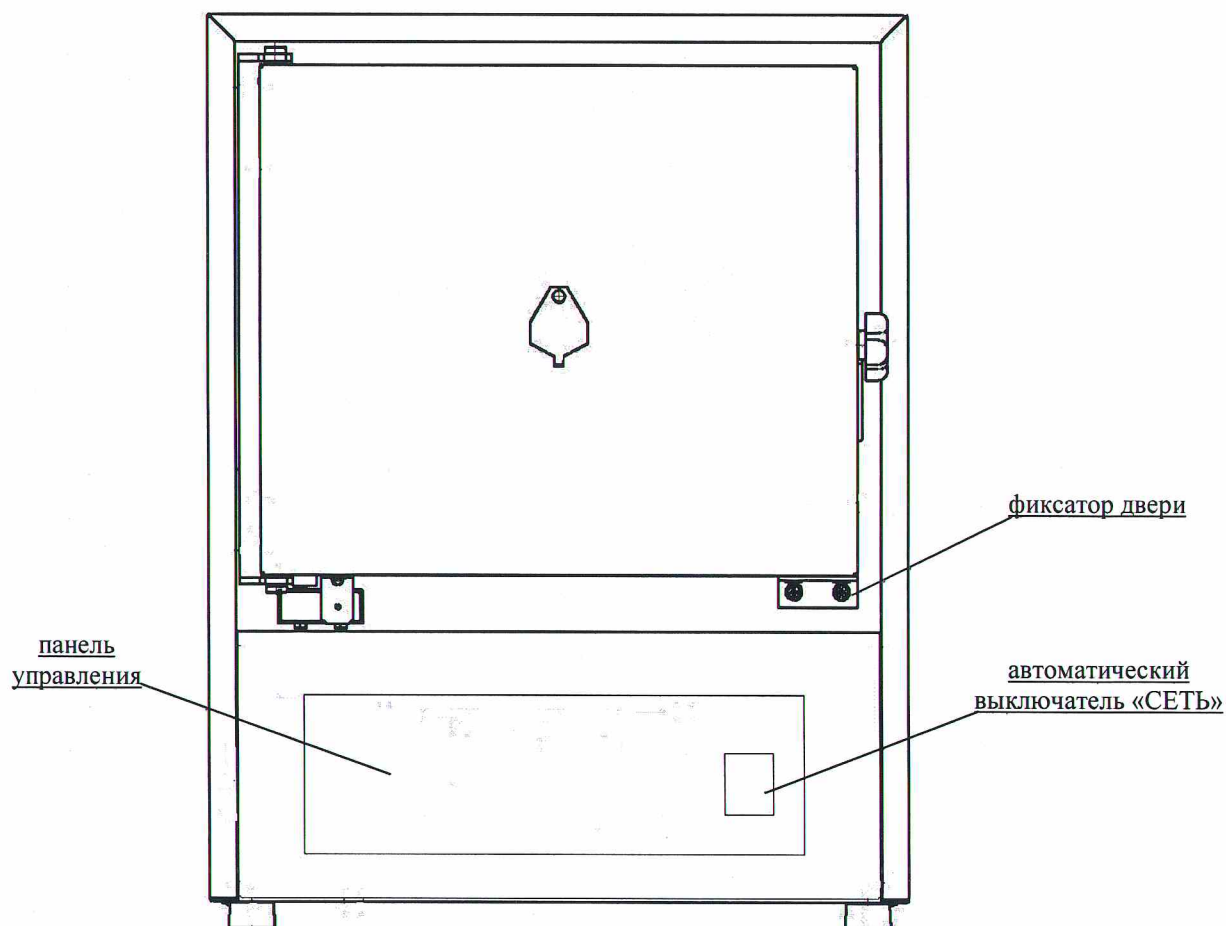

Рисунок 1 – Общий вид электропечи
- снять фиксатор двери, открутив 4 винта (рисунок 1);
8.3 Включить выключатель «СЕТЬ» на лицевой панели электропечи (рисунок 1), при этом на цифровом индикаторе «Программа» загорится номер 1 программы, на цифровых индикаторах «Ступень» загорится 1 ступень, на индикаторах «Параметры» значение заданной температуры на 1 ступени и светодиодный индикатор «t °С». Цифровые индикаторы «Программа» включены в мигающем режиме – регулятор находится в режиме ВВОД. Лицевая панель электропечи представлена на рисунке 2.